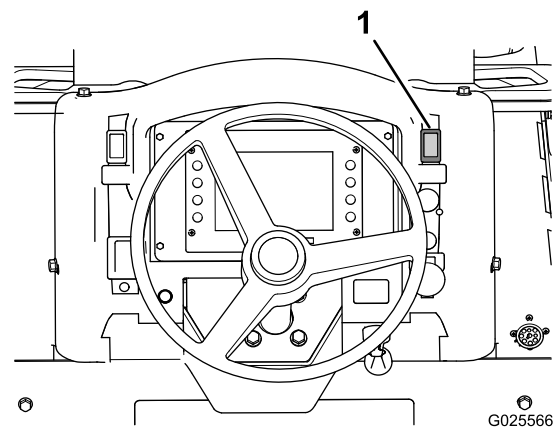

Figura 39
1. Per inserire il freno di stazionamento, premete il relativo interruttore (Figura 39).